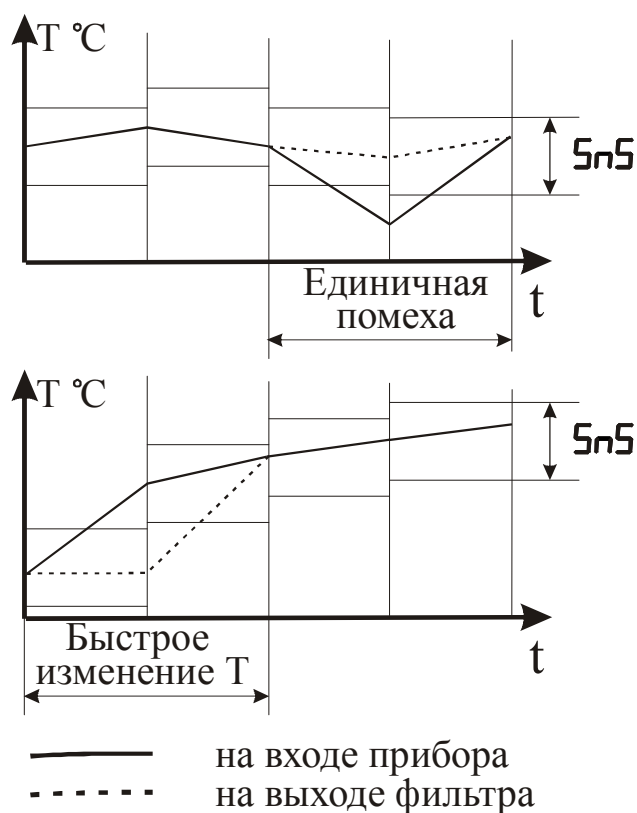

Рисунок 3.8 – Работа фильтра при воздействии случайной помехи и быстром изменении сигнала
3.3.2.9 С целью уменьшения влияния случайных импульсных помех на показания в прибор введена цифровая фильтрация. Работа фильтра описывается параметром “Полоса фильтра”. Если текущее значение температуры отличается от результатов предыдущего измерения на значение, которое превышает указанное в параметре “Полоса фильтра”, то проводится повторное измерение температуры, а на индикаторе остается старое значение (см. рисунок 3.8). О повторном измерении свидетельствует мигание светодиодного индикатора “К” зеленого свечения.
проводится повторное измерение температуры, а на индикаторе остается старое значение (см. рисунок 3.8). О повторном измерении свидетельствует мигание светодиодного индикатора “К” зеленого свечения.